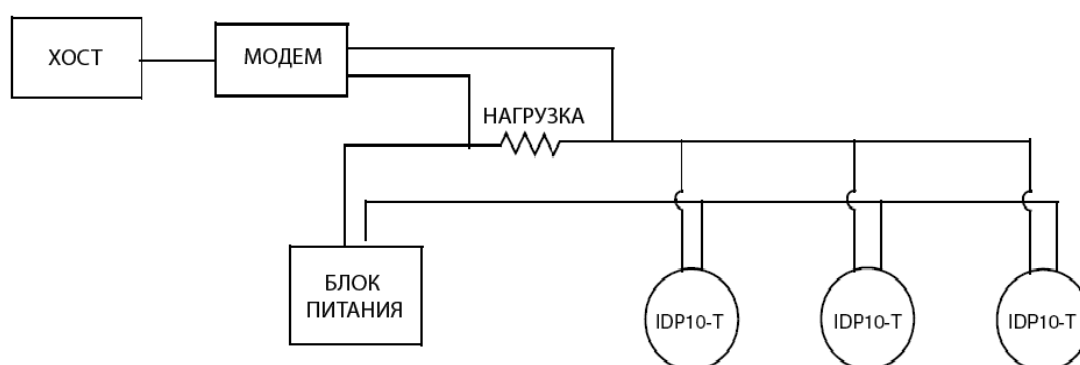

Рисунок 28. Типичная многоотводная сеть
На рис.28 показана типичная многоотводная сеть. Не используйте данный рисунок в качестве монтажной схемы. За конкретной информацией о многоотводных конфигурациях связи обращайтесь к HART Communications Foundation, (512) 794-0369.